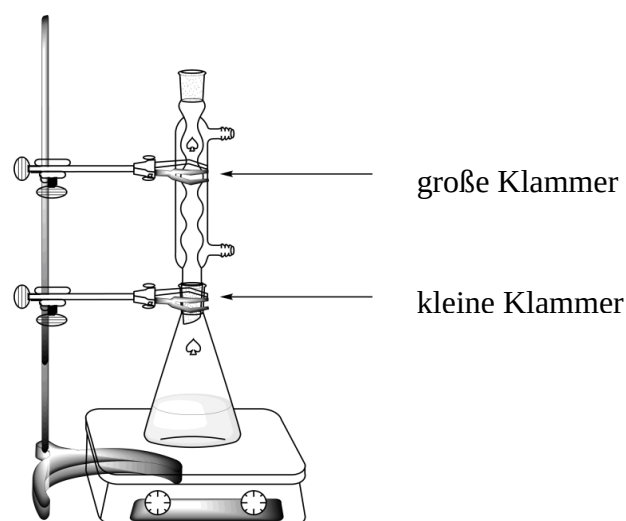

Abb. 1. Apparatur zum Erhitzen der Reaktionsmischung unter Rückflusskühlung
- Schließen** Sie den Rückflusskühler an, indem Sie die große Klammer lockern und eine Schliffverbindung herstellen (siehe Abb. 1). **Halten** Sie Ihre HELP-Karte in die Höhe. Die Laboraufsicht wird Ihnen dann die Wasserkühlung und die Heizplatte einschalten.
2. **Führen** Sie die Umkristallisation des Rohproduktes im 50 mL Erlenmeyerkolben mit **Schliff** mit der notwendigen Menge dieser Wasser/Ethanol-Mischung durch. Verwenden Sie den gleichen apparativen Aufbau wie für das Rückflussskochen (siehe Abb. 1). **Halten** Sie Ihre HELP-Karte in die Höhe. Die Laboraufsicht wird Ihnen dann die Wasserkühlung und die Heizplatte einschalten. Geben Sie bei Bedarf das Lösungsmittel über die obere Kühleröffnung zu.